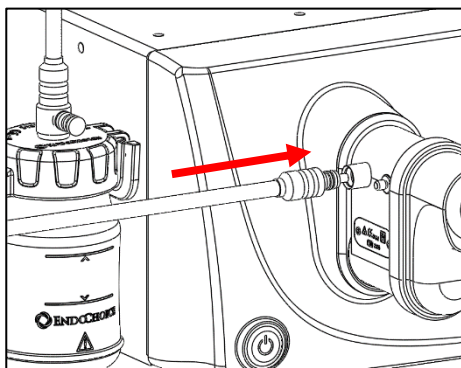

図4.
2. 内視鏡の給気/給水ポート上に、チューブコネクタを静かに押し入れます (図4を参照)。